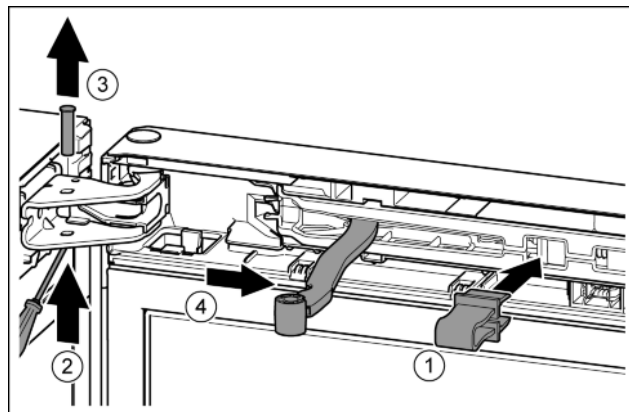

Fig. 10
- ▶ Zakvačite osigurač u otvor. Fig. 10 (1)
- ▶ Odvijačem odvijte svornjake. Fig. 10 (2)
- ▶ Skinite svornjake prema gore. Fig. 10 (3)
- ▶ Okrenite zglob u smjeru vrata. Fig. 10 (4)